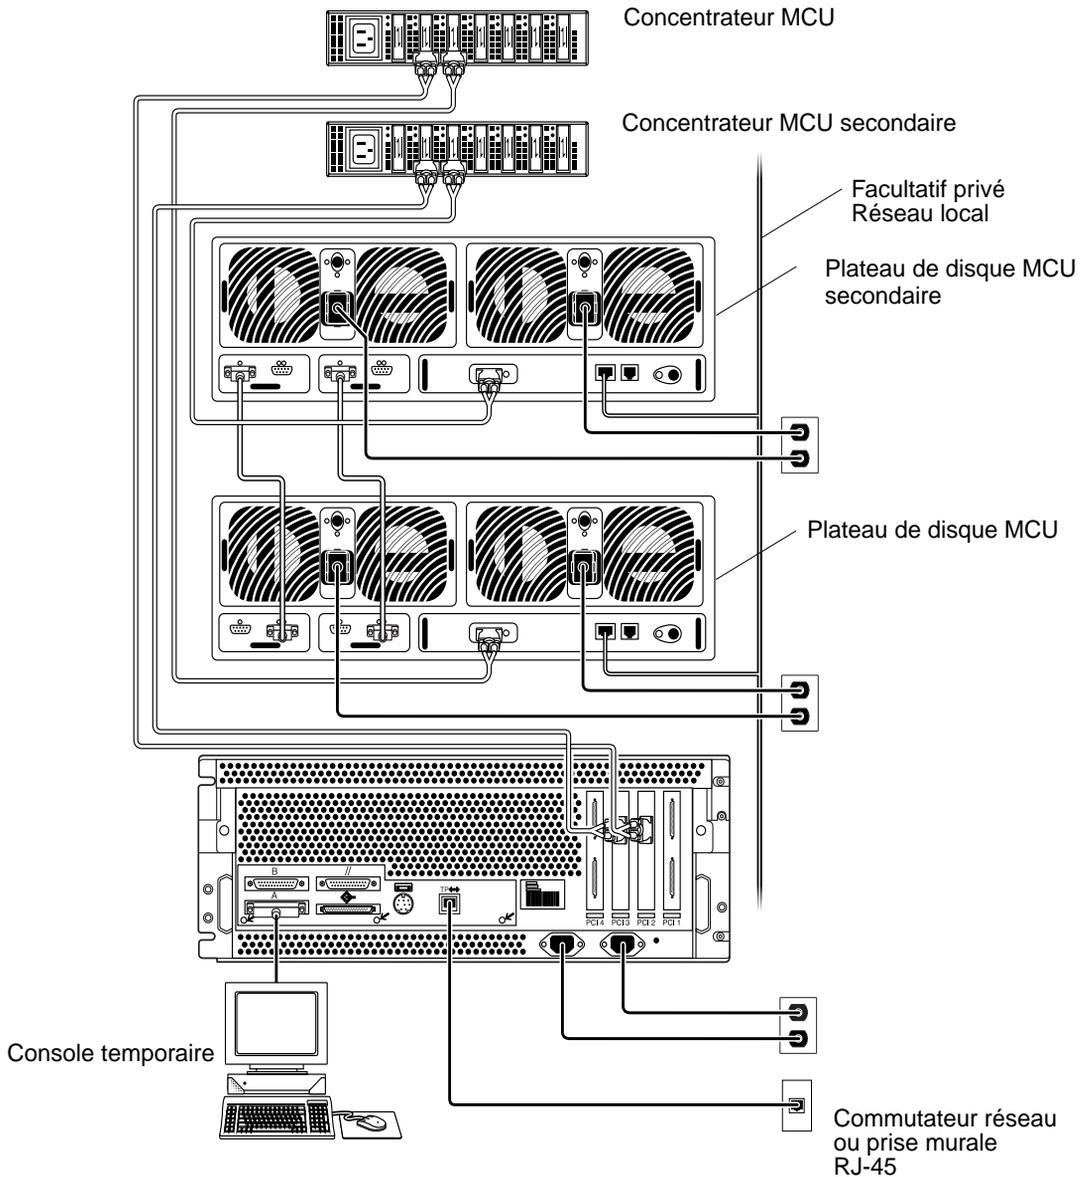
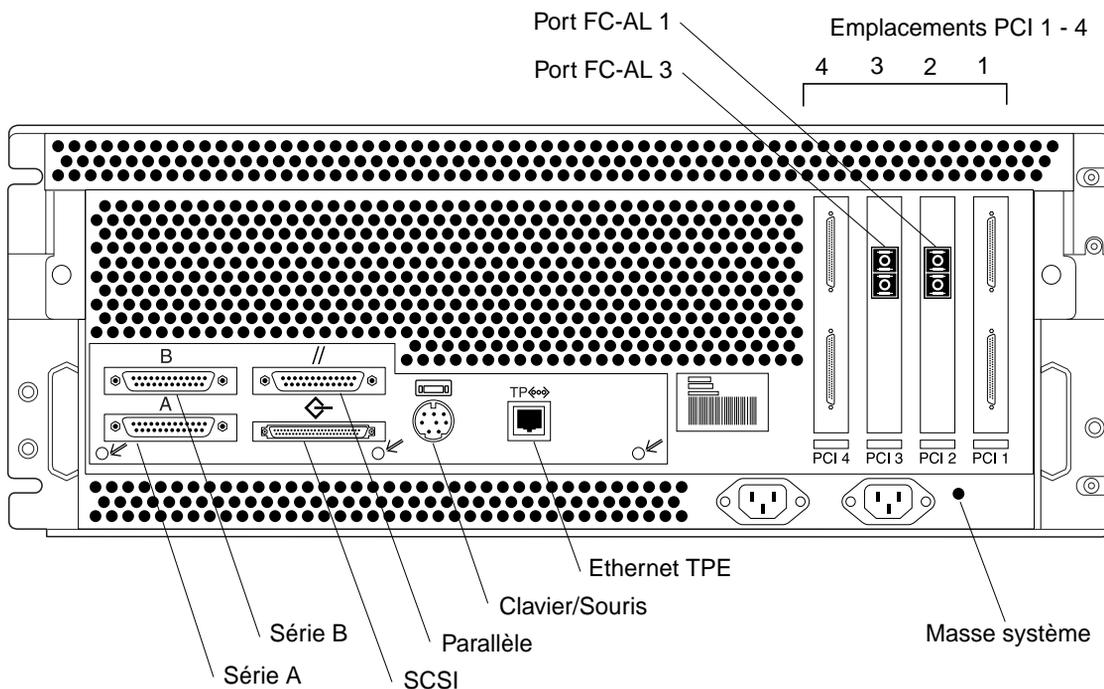
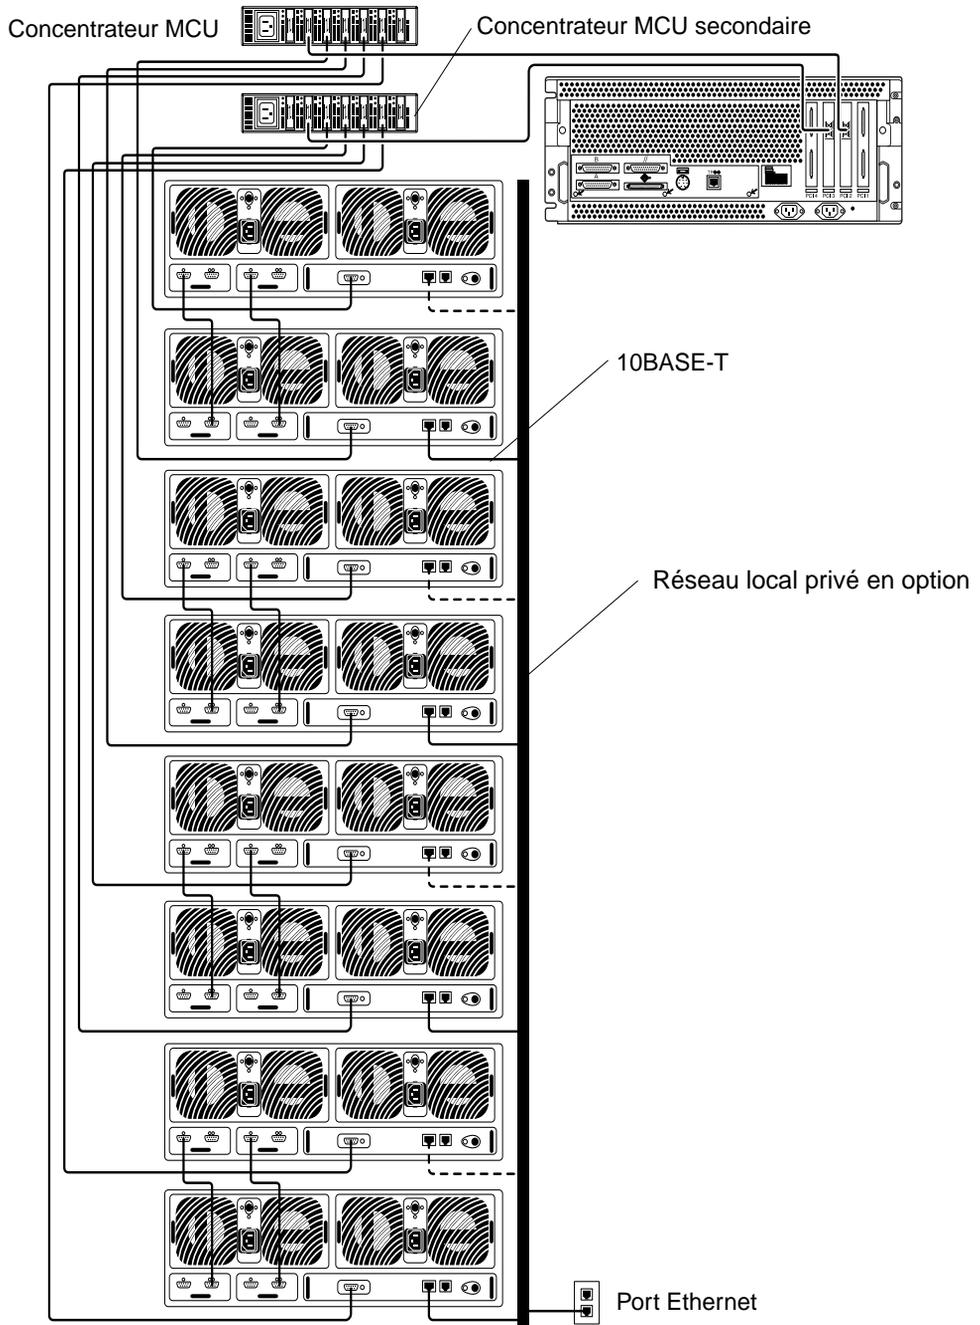

FIGURE 7 Connexions entre le serveur Sun Enterprise 420R et un groupe partenaire de plateaux de disque à des fins d'installation
FIGURE 8 Détails et connexions du panneau arrière du serveur Sun Enterprise 420R
FIGURE 9 Configuration maximale pour Sun StorEdge N8400 Filer
3. Branchez l'autre extrémité du câble à fibre optique sur le port FC-AL (Fiber Channel Arbitrated Loop) du concentrateur MCU tel qu'illustré à la FIGURE 7.
Voir la FIGURE 9.
6. Branchez un câble à fibre optique entre la sortie du concentrateur MCU et le port 1 FC-AL du serveur Sun Enterprise 420R tel qu'indiqué à la FIGURE 7, FIGURE 8, et à la FIGURE 9.
7. Branchez un câble à fibre optique entre la sortie du concentrateur MCU secondaire et le port FC-AL 3 du serveur Sun Enterprise 420R tel qu'indiqué à la FIGURE 7, FIGURE 8, et à la FIGURE 9.
- 10. Etablissez une connexion temporaire avec le câble série entre le port série du serveur Sun Enterprise 420R (voir la FIGURE 7) et un hôte qui agira comme console pendant la configuration réseau initiale.**
- 11. Branchez le câble réseau à paire torsadée Ethernet (TPE) fourni avec le serveur Sun Enterprise 420R entre le port réseau du serveur Sun Enterprise 420R (voir la FIGURE 7 et la FIGURE 8) et un interrupteur réseau ou une prise murale TPE (RJ-45).**
- 15. Vérifiez tous les branchements de câble tel qu'indiqué à la FIGURE 7 et à la FIGURE 9.**